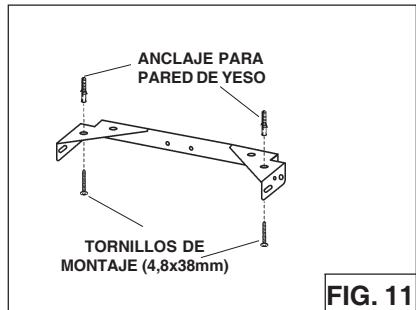

FIG. 11
3. Fije el conjunto del soporte en el cielo raso usando (2) tornillos de montaje de 4.8 x 38 mm y taqueteros para placa de yeso (Fig.11). Asegúrese de que el soporte quede presionado sobre la esquina, pegado contra la pared y centrado sobre la campana.